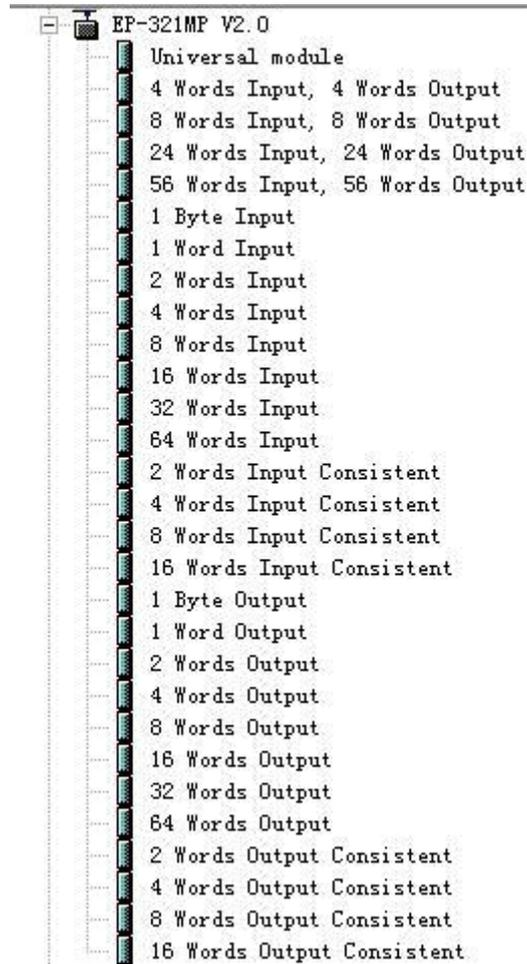

图 6
6. 您可以在这里找到您注册的设备，右侧窗口/Profibus DP/Additional Field Devices/Converter/EP-321MP/, 如图 6 所示